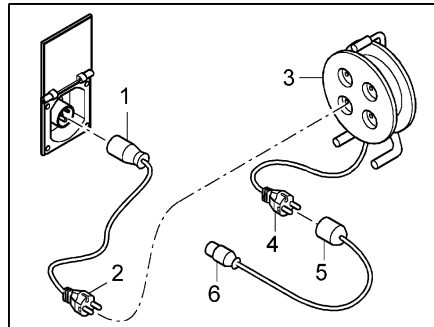

Fig. 178 Possibilités de raccordement 230-V
- Prise CEE 17 avec contact de mise à la terre (Fig. 178,1) – fiche avec contact de mise à la terre (Fig. 178,2)
- Prise avec contact de mise à la terre (Fig. 178,3) – fiche avec contact de mise à la terre (Fig. 178,4)
- Prise avec contact de mise à la terre (Fig. 178,5) – fiche CEE 17 avec contact de mise à la terre (Fig. 178,6)